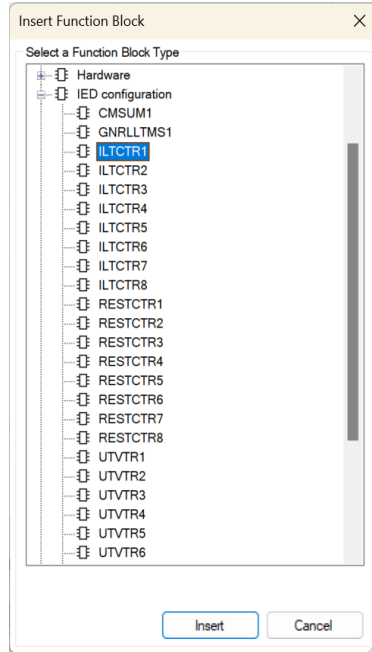

Imagen 44_Ventana de funciones en bloque_IED configuration.
2.1.8 Lo mismo del paso anterior para el bloque de corriente: se nos arroja un bloque como el de la **Imagen 44**, seleccionamos “FunctionBlock - IED configuration - ILTCTR1-insert”.